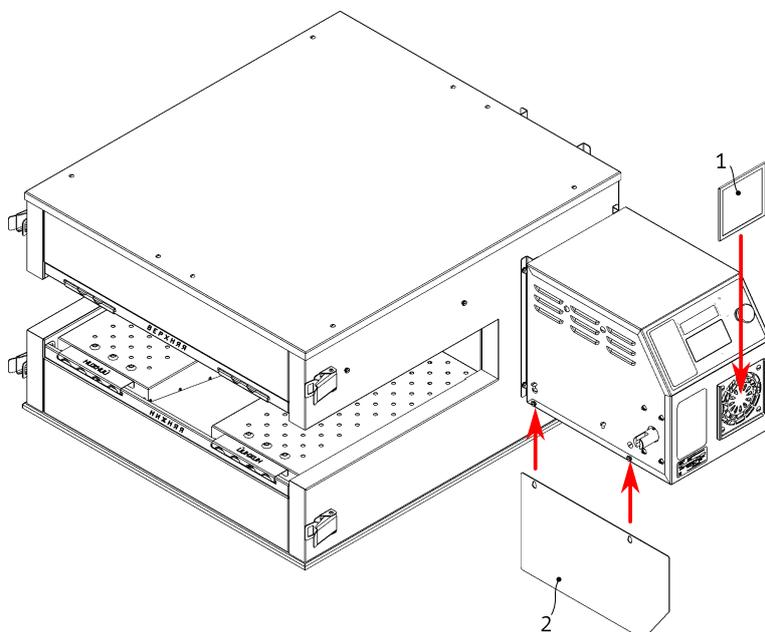

Рисунок 5
6. Установите фильтр воздушный (1), см. Рис. 5.
7. В случае установки печи вторым или третьим ярусом, установите экран тепловой (2) на верхнюю печь, см. Рис. 5.